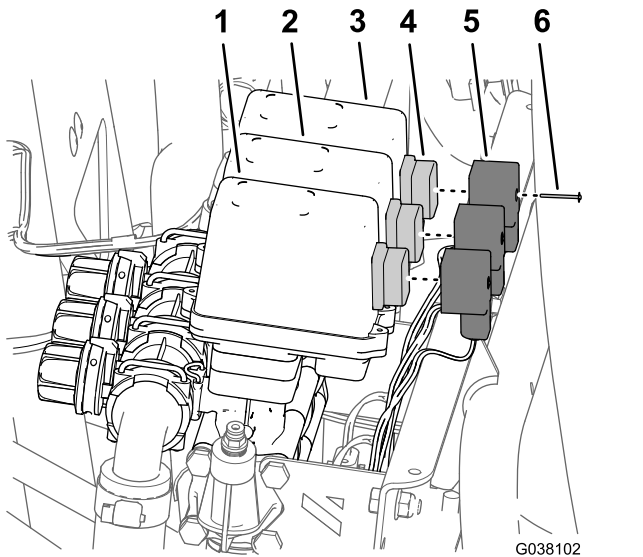

Рисунок 6
1. Выверните винт, который крепит 3-контактный соединитель жгута проводов с маркировкой RIGHT SPRAY VALVE (правый распылительный клапан), с правого распылительного клапана (Рисунок 6).
2. Снимите 3-контактный соединитель жгута проводов с распылительного клапана (Рисунок 6).